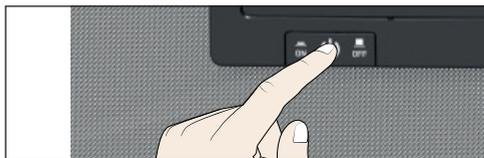

Fig. 34 Desconectar VO
3. Apague la VO con el interruptor principal (Fig. 34).